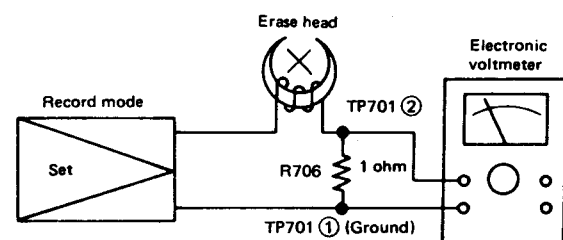

Figure 21-2
- Make connection of instruments as shown in Fig. 21-2, and check if the erase current is as shown in Table 21-2.
- Stellen Sie sicher, daß zwischen den Instrumenten (siehe Abb. 21-2) eine Verbindung besteht und kontrollieren Sie, ob der Löschstrom die in Tabelle 21-2 angegebenen Werte hat.
- Brancher les appareils comme le montre la Figure 21-2 et vérifier si le courant d'effacement satisfait le Tableau 21-2.